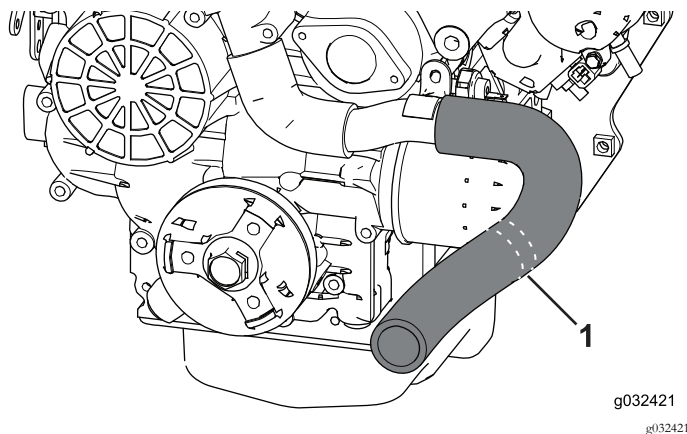

Figure 20
1. Localisez et déposez le flexible de radiateur (Figure 20).
2. À l'aide d'un outil de coupe, coupez le flexible de radiateur au niveau des traits (Figure 20).